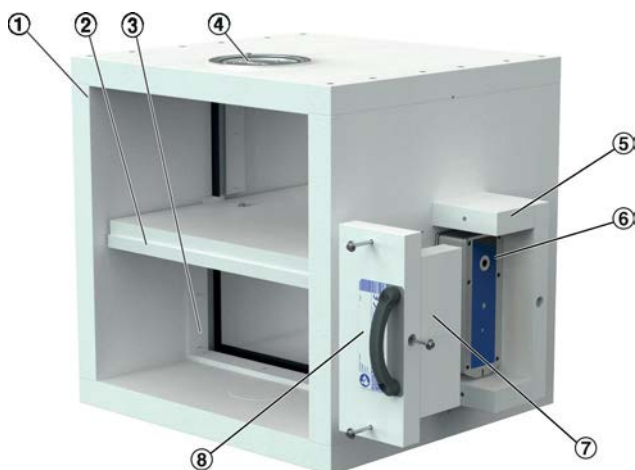

Fig. 4: Compuerta para extracción de humo EK2-EU
| 2 Lado de instalación            | 5 Espacio de servicio destinado para facilitar acceso al actuador encapsulado Fig. 4 |
- 5 Espacio de servicio destinado para facilitar acceso al actuador encapsulado Fig. 4